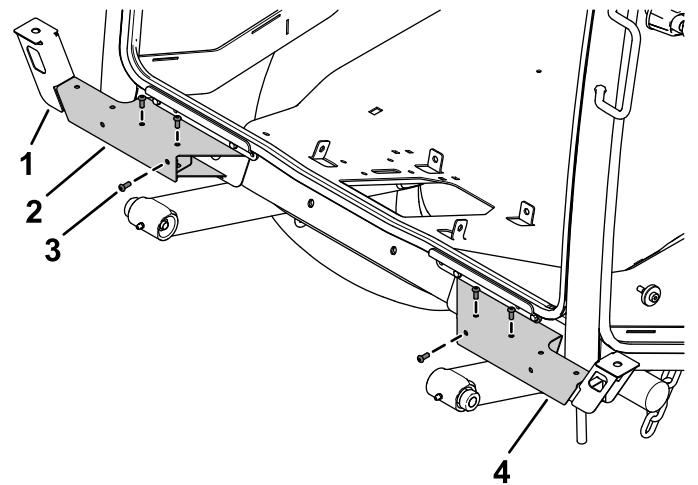

Bild 15
2. Befestigen Sie die linke und rechte Scheinwerferbefestigung mit drei Halbrundschauben ($\frac{1}{4}'' \times \frac{5}{8}''$) durch die Sicherungsmuttern an der Scheinwerferhalterung auf jeder Seite (Bild 15).